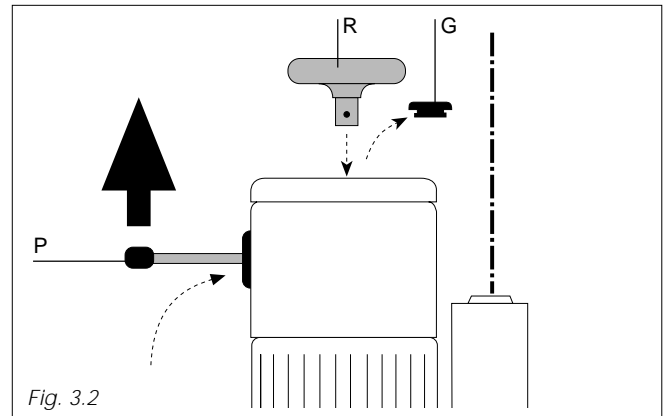

Fig. 3.2
- b) Sortir le levier de frein (P) logé dans la poignée de portage du treuil et le placer à travers la fente du capot sur l'étrier du frein (Fig. 3.2).
- e) Au cas où la plate-forme ne descendrait pas d'elle-même, il faut lui donner l'impulsion initiale en lançant le volant (R) placé sur le capot du moteur, après avoir enlevé le capuchon en caoutchouc (G).
- f) La plate-forme s'arrête dès que l'on cesse d'agir sur le levier de frein (P).
- g) Une fois la plate-forme au sol, retirer le levier (P) et le volant (R) et les replacer dans leur logement respectif. Remettre le capuchon (G).